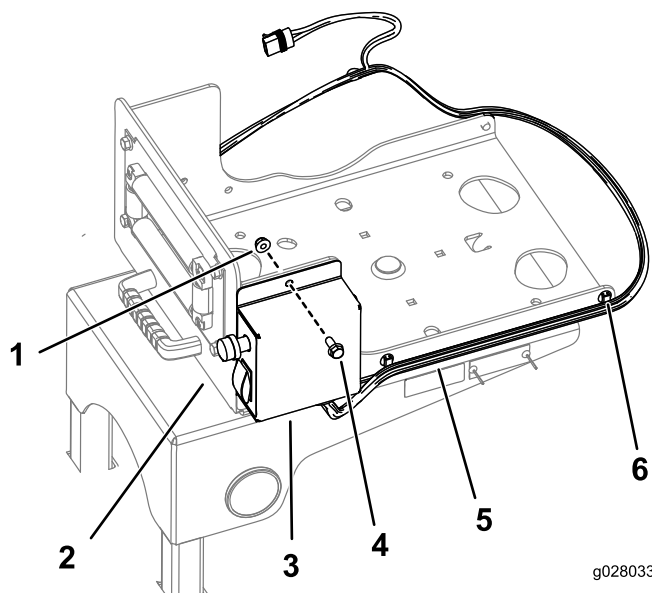

Figura 10
3. Montate la scatola interruttori sulla piastra girevole utilizzando 2 bulloni (5/16-18 x 1/4 poll., GR5) e 2 dadi flangiati (5/16-18 poll.) come mostrato in Figura 10.
4. Fissate il cablaggio preassemblato ai lati della piastra girevole utilizzando le clip presenti (Figura 10).